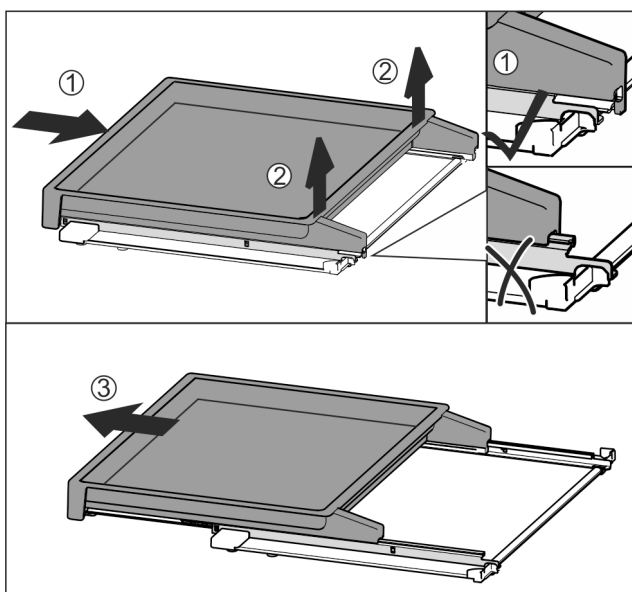

Fig. 133
- Вставить вытяжную панель полностью Fig. 133 (1).
- Отпустить фиксацию на задней стороне Fig. 133 (2).
- Извлеките вытяжную панель движением вперед Fig. 133 (3).